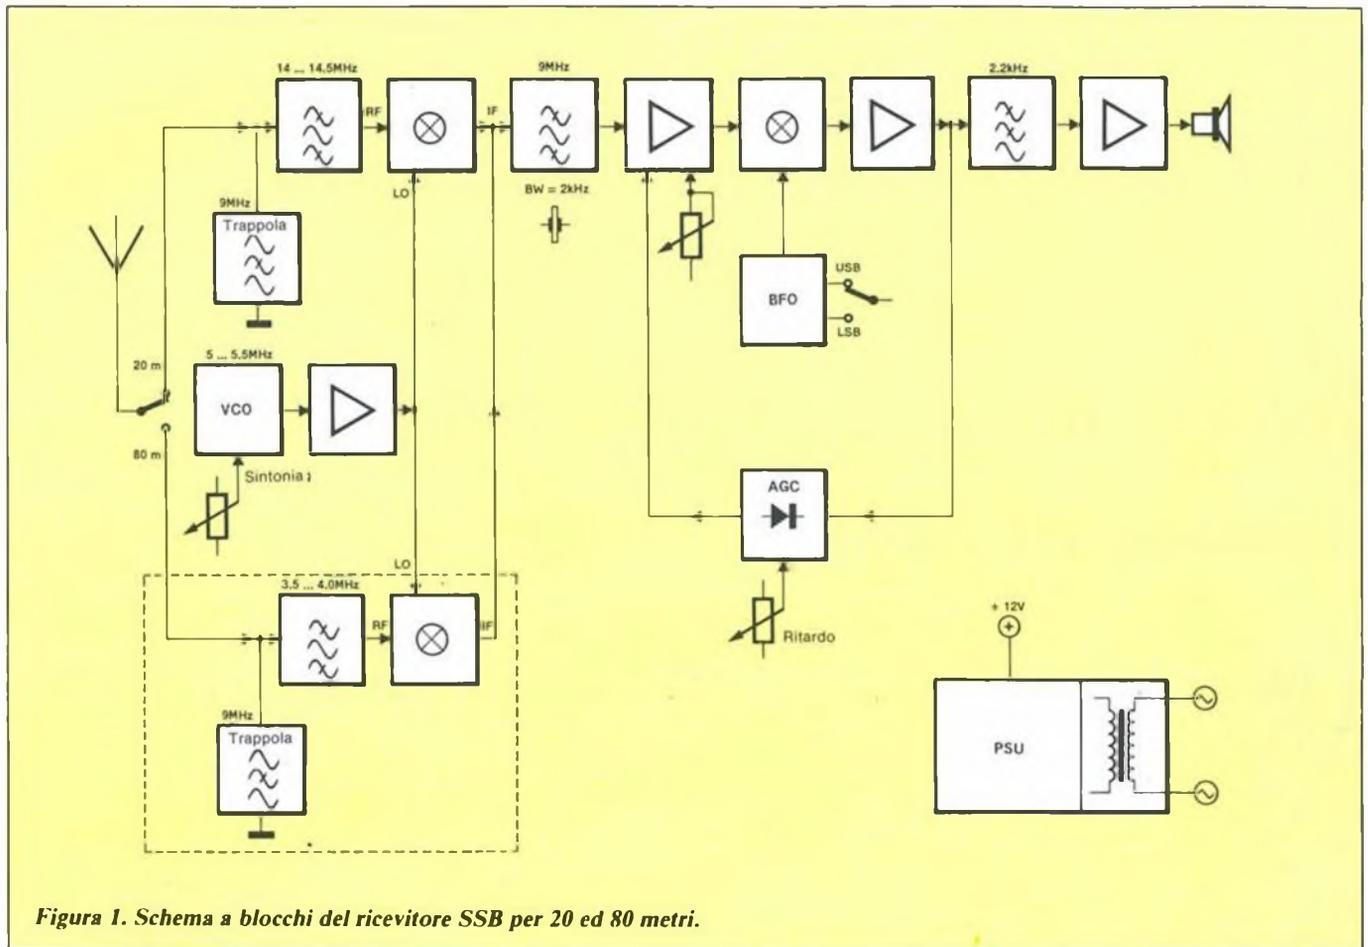

Figura 1. Schema a blocchi del ricevitore SSB per 20 ed 80 metri.
Quando il selettore di banda è predisposto nel modo mostrato nello schema a blocchi di Figura 1, il segnale proveniente dall'antenna viene applicato ad un filtro passa-banda dimensionato per 14-14,5 MHz. Un filtro trappola da 9 MHz è applicato all'ingresso, per evitare che i forti segnali su questa frequenza possano causare interferenze od intermodulazione sulla sezione a frequenza intermedia (FI) del ricevitore. Il segnale d'uscita di un oscillatore controllato in tensione (VCD), con una banda di sintonia da 5 a 5,5 MHz, viene applicato agli ingressi dell'oscillatore locale (L0) dei miscelatori attivi che seguono le sezioni d'ingresso per i 20 e gli 80 metri. Il segnale a frequenza intermedia viene